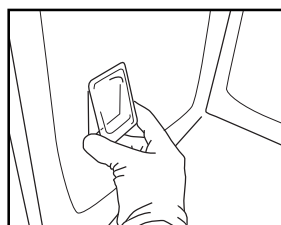

Fig. 9
5. Sæt lampeglasset på igen, og tryk det imod ovenvæggen, indtil det klikker på plads (Fig. 9).